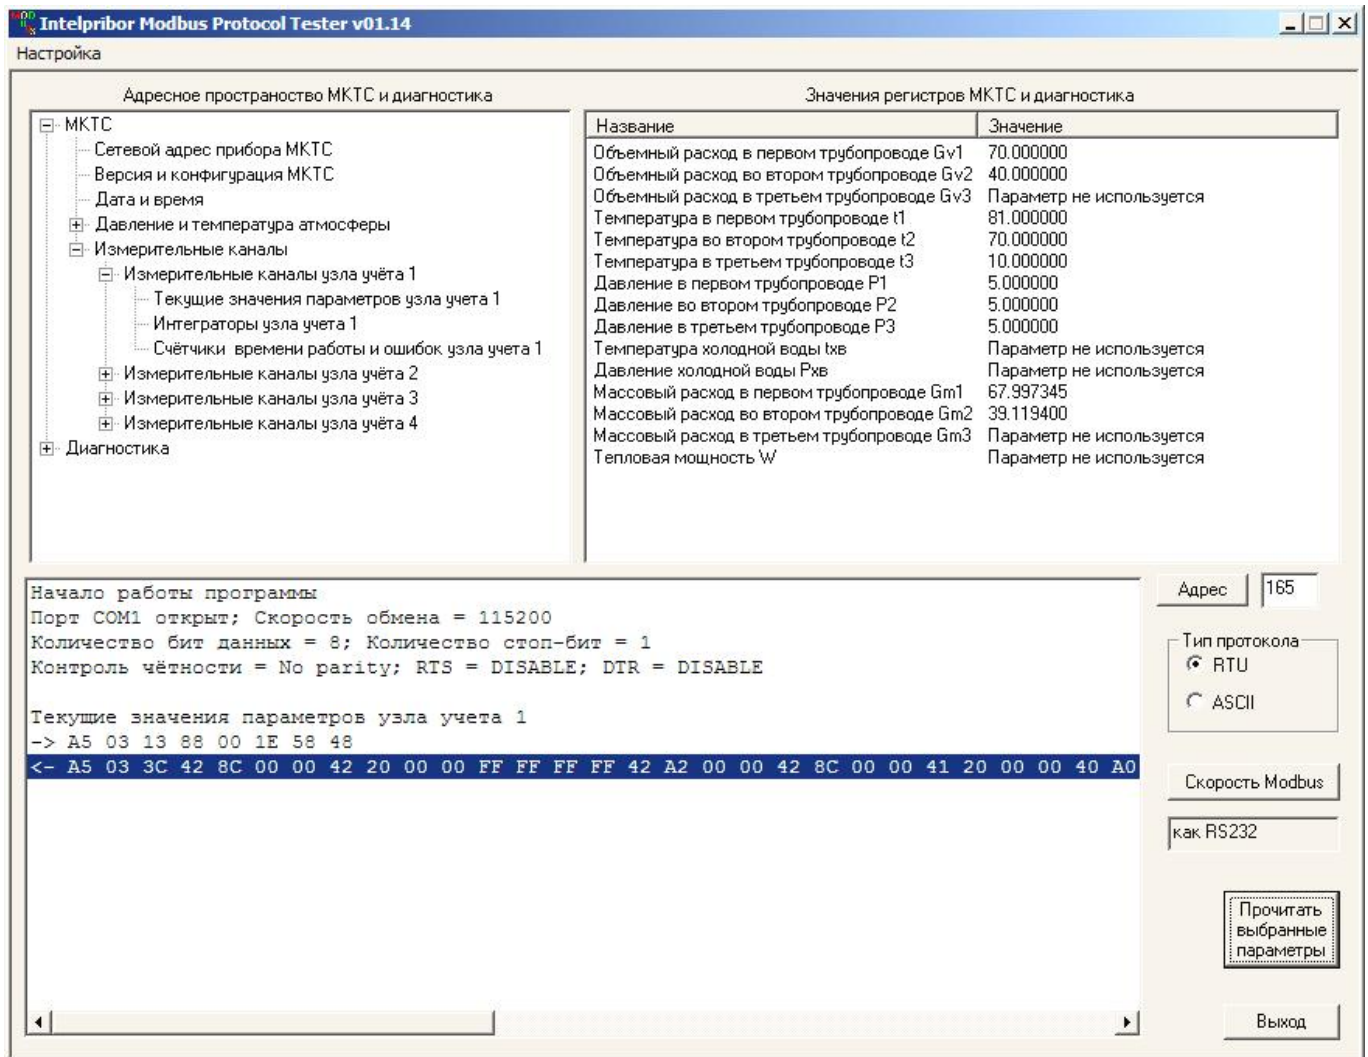

Рисунок 4.12 Просмотр выбранной области памяти МКТС.
- после завершения обмена данными с платой расширения, в правой части окна в списке *Значения регистров МКТС и диагностика* наблюдать результаты запроса (Рисунок 4.12);